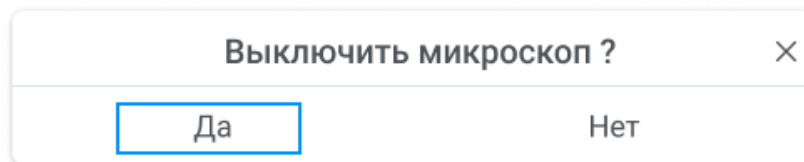

Рисунок 19 – Подтверждение завершения работы
2.3.9.2 В появившемся окне подтвердить выбор действия завершения работы (см. Рисунок 19)